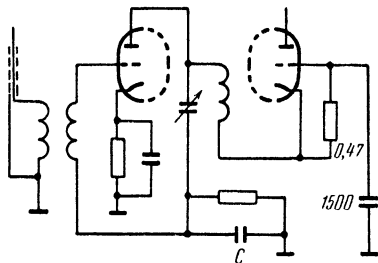

Рис. 77. Каскодная схема, в которой первый каскад нейтродинирован небольшим конденсатором переменной емкости.
**Л.** — Большей частью с помощью конденсатора связи (рис. 77). При этом напряжения разных полярностей получают непосредственно в сеточном контуре.